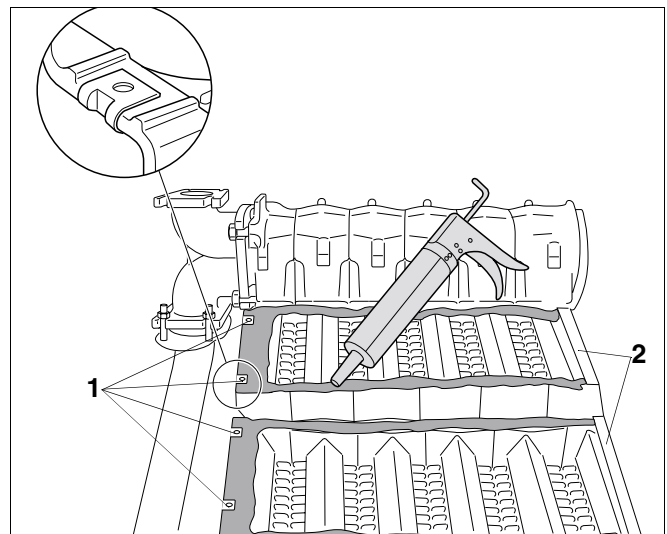

Fig. 33 Poziționarea piulițelor de fixare și folosirea chitului de etanșare
- Cele patru piulițe de fixare (fig. 33, **poz. 1**) se introduc la elementii finali (racordul pe partea de apă, în față).
- Acoperiți și pilițele de fixare cu (fig. 33, **poz. 1**) cu chit de etanșare.
- Se etanșează canelura cu chitul corespunzător (fig. 33).
Canelura elementului din stânga nu se (fig. 33, **poz. 2**) etanșează încă.
- Înainte de montajul siguranței de tiraj, canelura elementului final se etanșează (fig. 33, **poz. 2**, pagina 34) cu chit de etanșare.